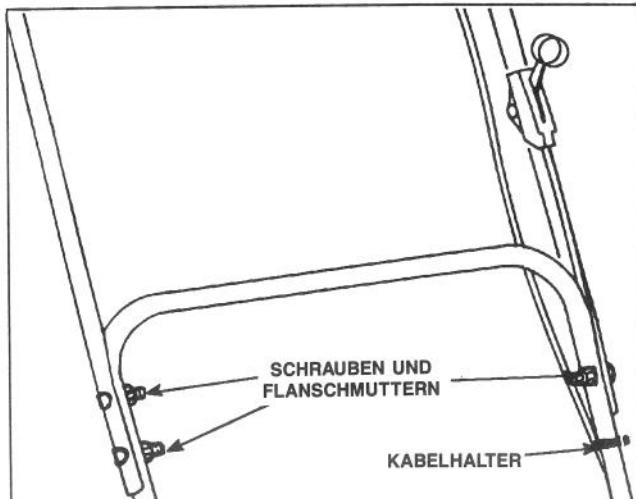

Abbildung 2
- 3. OBERE SCHIEBESTANGE** (Abb. 2)—Obere und untere Schiebestangen mit Schrauben und Muttern befestigen. Steuerkabel mit Kabelhalter befestigen.